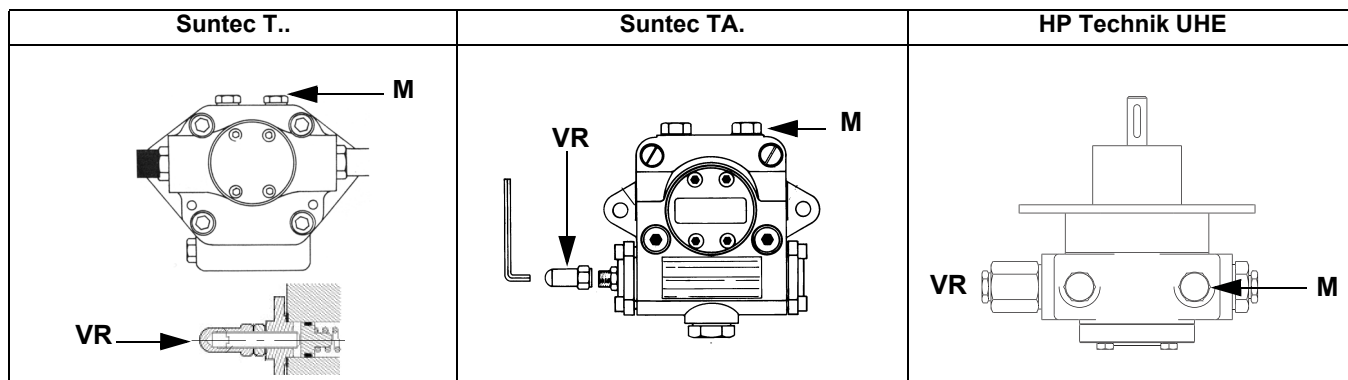
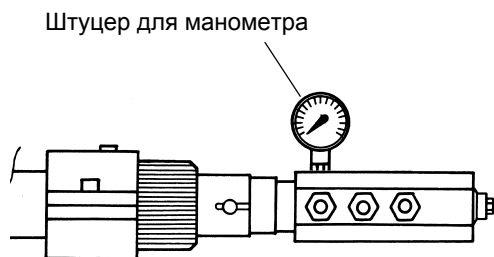

Рис. 13
Рис. 14
- 5 Давление питания форсунки уже отрегулировано заранее на заводе-изготовителе и не должно изменяться. Только в случае необходимости, отрегулировать давление питания (см. соответствующий параграф) следующим образом: установить манометр в положение, указанное на Рис. 13, воздействовать на регулировочный винт VR насоса (см. Рис. 14) до получения на форсунке давления в 20бар (форсунки Monarch или форсунки Bergonzo - см. на стр.33-34);